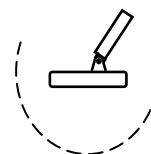
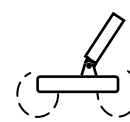

Рис. 3
Рис. 4
- Проверьте срабатывание металлоискателя, перемещая со скоростью около 0,5 м/сек металлические предметы вдоль плоскости дискового датчика. При этом должен появляться звуковой сигнал высокого тона, одинаковый для любого металлического предмета. На Рис. 3 изображена рабочая зона дискового датчика для большинства металлических предметов, а на Рис. 4 – для очень мелких, вблизи датчика.